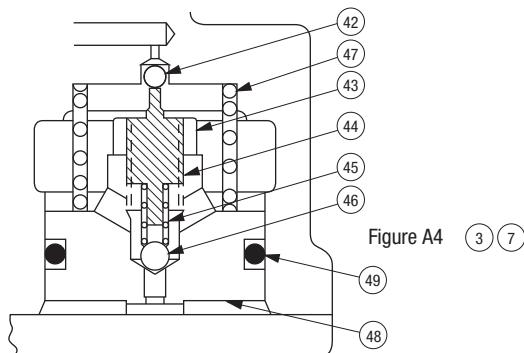

Figure A4 ③ ⑦
La soupape de décharge à faible pression est réglée trop bas.	Consulter Réglage de la soupape de décharge à faible pression, figure A4 dans la section Réparations de ce manuel.
Le piston pilote n'avance pas librement.	Consulter le Schéma hydraulique (7). Consulter Réglage de la soupape de décharge à faible pression, figure A4 dans la section Réparations de ce manuel. Nettoyer et inspecter les articles 42 à 49. Remplacer les pièces, au besoin.
Consulter la figure A4. Toucher légèrement la tige (44) sur la bille (46). Retirer ensuite la tige de 3 1/2 tours. Serrer l'écrou (43). Le réglage de pression qui en résulte devrait être environ 19,3 bars (280 psi).